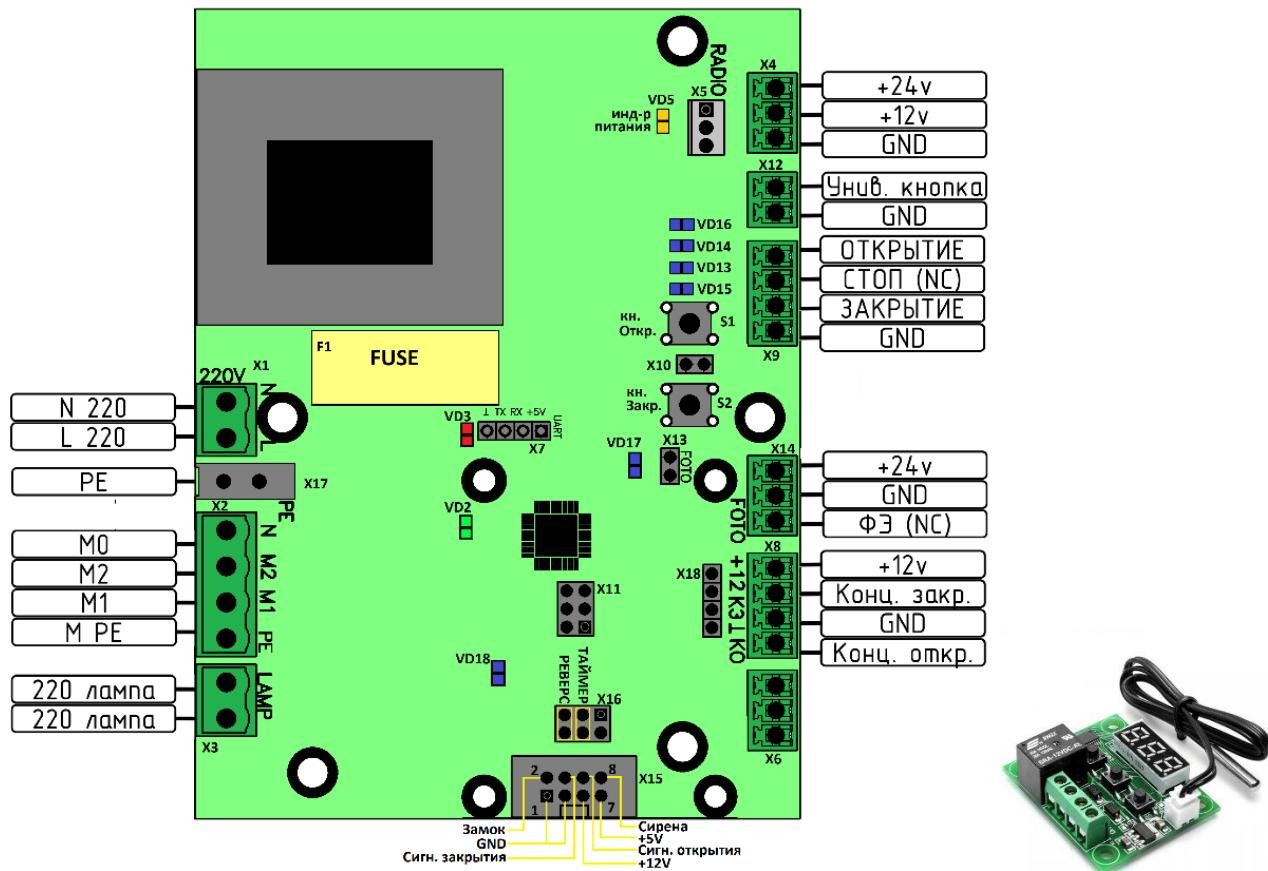

Рисунок 16
Питание шлагбаума однофазное, подключается к разъему X1, (см. Рисунок 16)
Фотоэлементы подключаются к разъему X14 (см. Рисунок 16). Питание фотоэлементов – 24В.
При отсутствии фотоэлементов на переключателе **X13** (см. Рисунок 16) должен быть установлен джампер. При отсутствии перемычки шлагбаум не будет закрываться.
Подключается к разъему **X9** (см. Рисунок 16)
3. Блок перейдет в режим настройки задержки таймера. Количеством миганий индикаторов открытия и закрытия (см. Рисунок 16) отобразится текущее время задержки в секундах кратное 5. (3 мигания – 15 секунд)